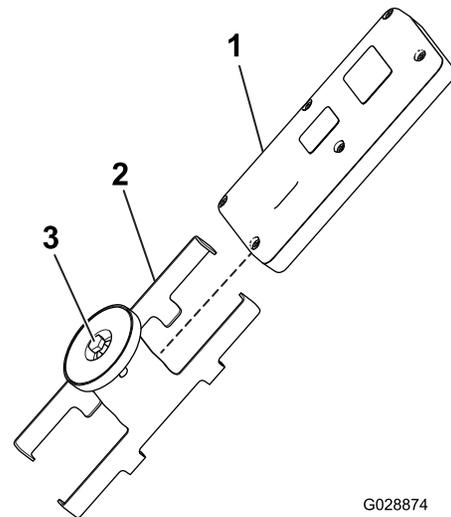

Рисунок 36
1. Ослабьте болт в магните на магнитном кронштейне пульта дистанционного управления (Рисунок 36).
2. Раздвиньте половины корпуса кронштейна и снимите пульт дистанционного управления (Рисунок 36).
8. Установите ручной пульт дистанционного управления в магнитный кронштейн пульта, соедините половины корпуса для закрепления пульта и затяните болт в магните (Рисунок 36).